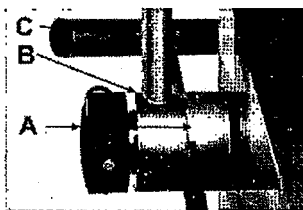

Fig. 4-3: Llevar el rack a la posición de trabajo
Gire el tornillo de fijación (A) hacia la derecha hasta el tope (Fig. 4-3).